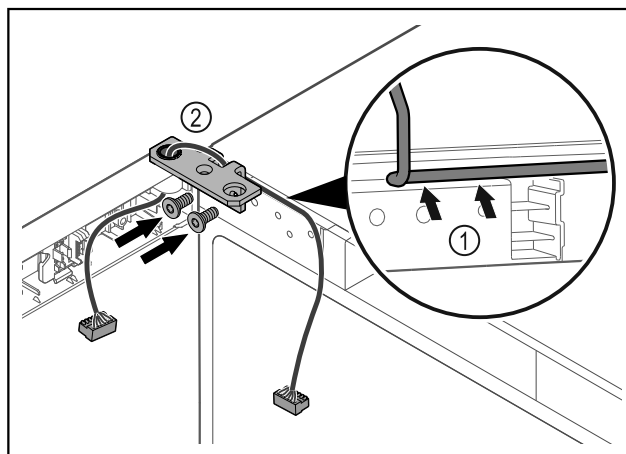

Fig. 48
- ▶ Vezesse át a kábelt a csuklópánton lévő nyíláson, majd óvatosan fektesse le Fig. 48 (1).
- ▶ Csavarozza fel a csuklópántot Fig. 48 (2).